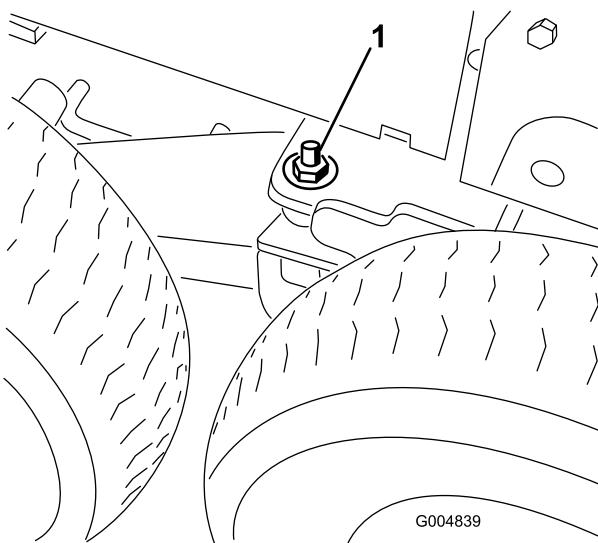

Figura 75
- Retire la contratuerca de $\frac{1}{2}$ " y la arandela plana de las soportes de pivote derecho e izquierdo del bogie para desenganchar el pivote (Figura 75).
- Baje el gato de suelo hasta que el soporte de giro se mueva lo suficiente para poder colocar la arandela plana de $\frac{1}{2}$ " y la contratuerca en el espárrago, y apriete la tuerca con los dedos solamente en ambos lados de la máquina (Figura 75).